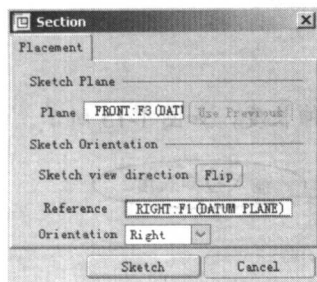

图 1-11
- (7) 这时, Section 对话框中的项目如图 1-11 所示。